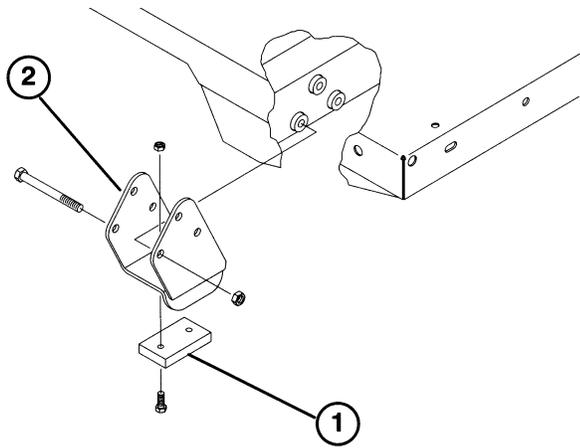

Fig. 3
N.B. Verificare che le staffe distanziali ed i bloccetti antiusura (Fig. 3) siano montati, diversamente si può danneggiare il coperchio del radiatore.